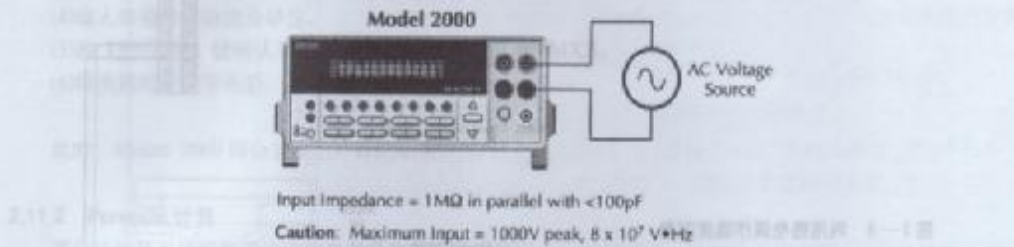

图2—7 频率和周期测量
- (1)将测试导线连接到 Model 2000 的前面板或后面板的INPUT HI和LO端,但注意需将【INPUT】键设定在其相对应的位置。
- (2)按下【FREQ】或【SHIFT】+【FREQ】=【PERIOD】测量功能键。
- (3)将导线如图2—7连接至待测源。